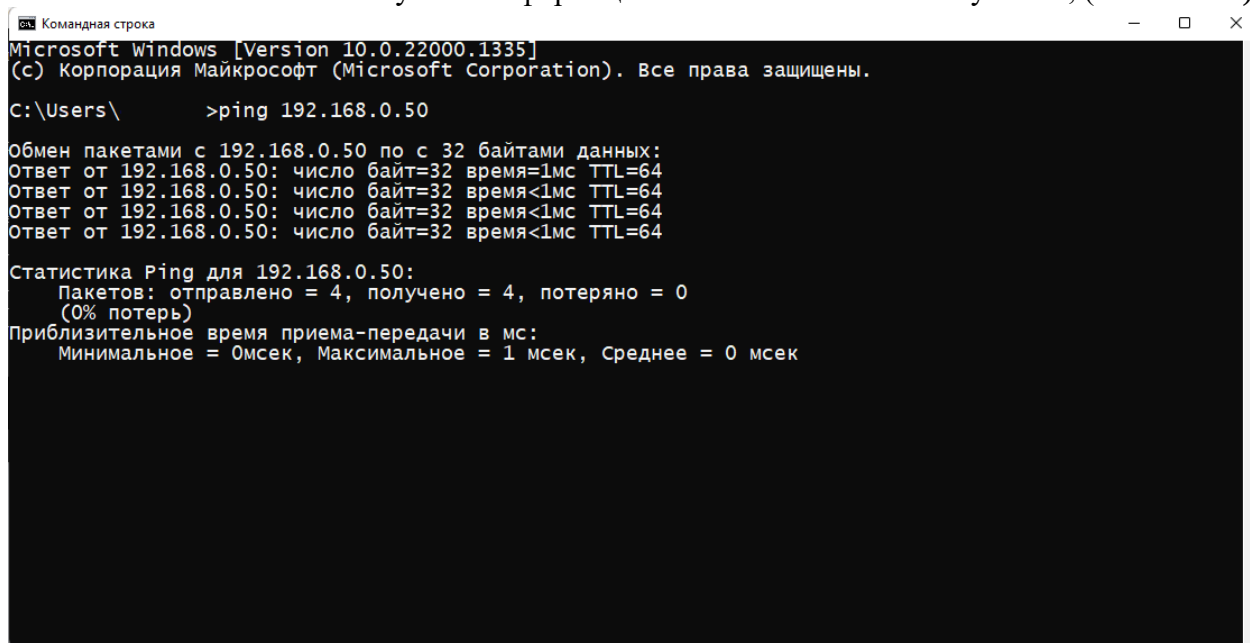

Рисунок 38. Окно «Командная строка». Статистика обмена пакетами.
- нажимаем «Enter» и получаем информацию по наличию и качеству связи, (см. Рис. 38):